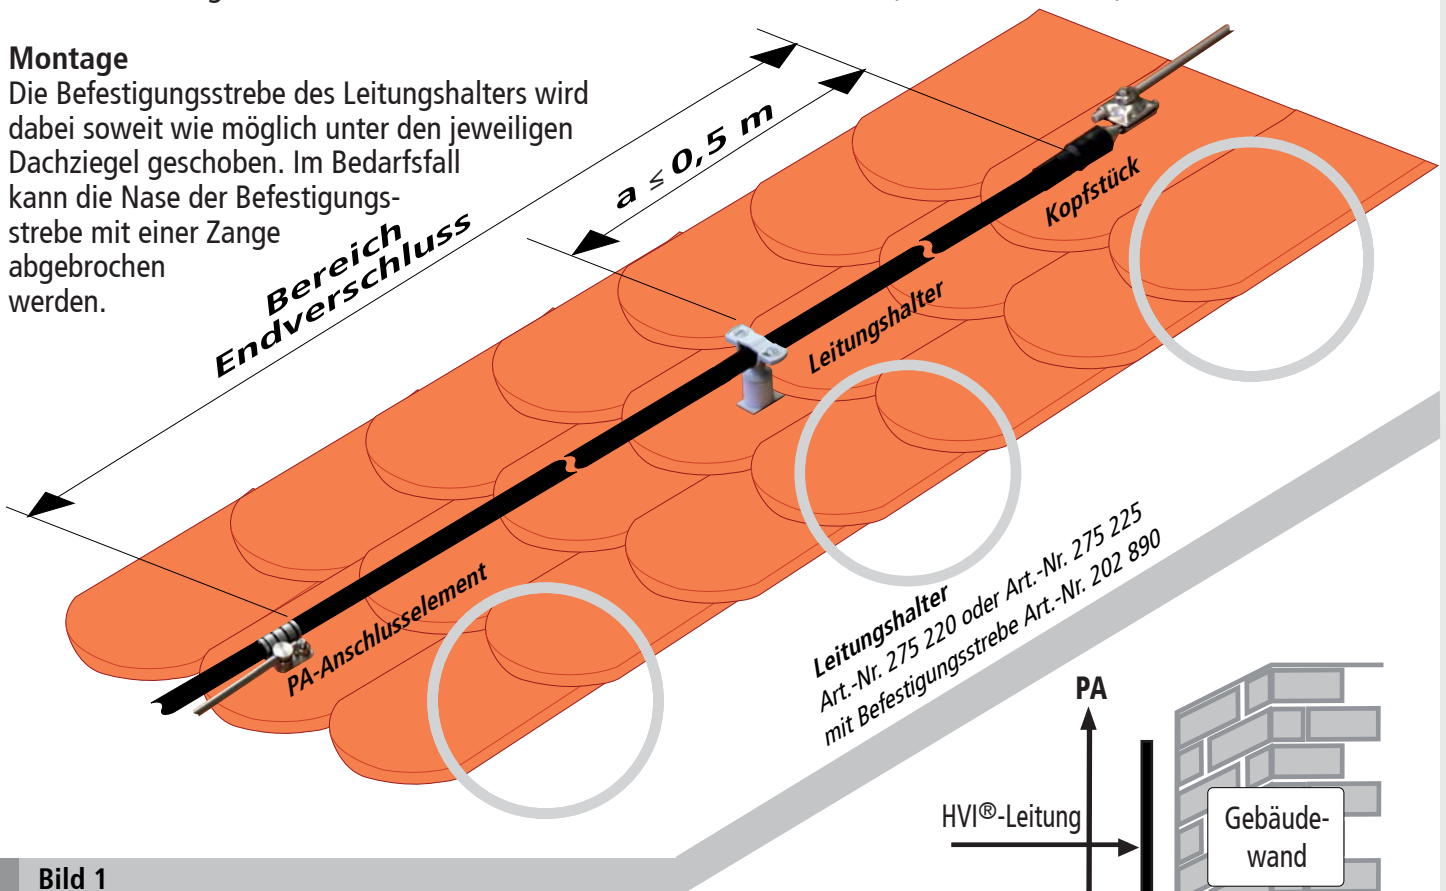

Bild 1
- ⇒ Die Befestigung im Bereich des Endverschlusses ist nur in einem Bereich bis $a \leq 0,5 \text{ m}$, vom Kopfstück aus gemessen, zulässig (siehe Bild 1).
- ⇒ Im Bereich des Endverschlusses dürfen keine elektrisch leitfähigen oder geerdeten Teile, wie z.B. Leitungshalter, Konstruktionsteile, Spannbänder oder Metallfolien (Wärmedämmung) angeordnet sein. Der Trennungsabstand "s" ist im Bereich Endverschluss einzuhalten (siehe Bild 1 und 2).